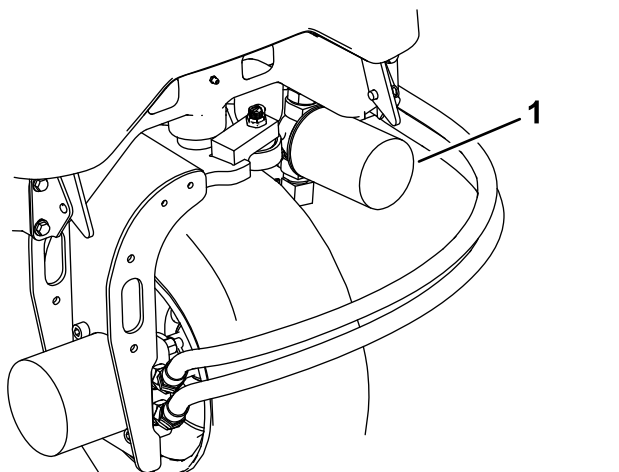

Рисунок 67
2. Отсоедините гидропровод или снимите гидравлический фильтр и дайте гидравлической жидкости стечь в сливной поддон (Рисунок 67 и Рисунок 65).
3. Очистите область вокруг места крепления фильтра и установите сливной поддон под фильтр (Рисунок 67).